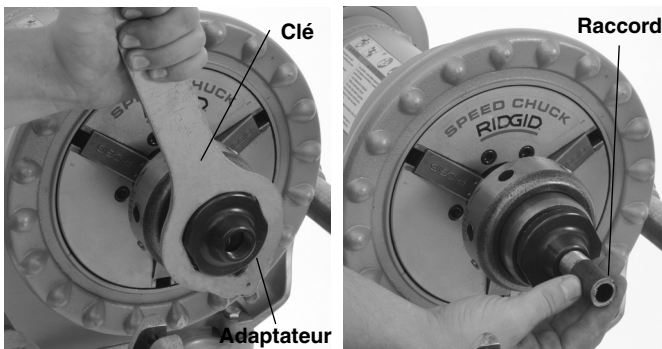

Figure 3 – Installation du mandrin à raccords et du raccord
8. Installez l'adaptateur approprié, serrez-le avec la clé, puis retirez la clé (Figure 3).